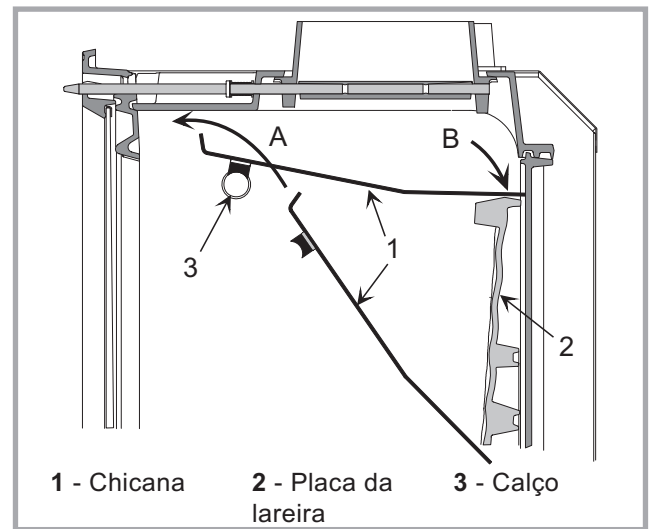

Figura 13 - Montagem da chicana
Montagem : Figura 13
- Levantar a parte dianteira do deflector **A**, fazer avançá-lo por cima dos cunhos **3** para retirar a parte traseira **B** assente sobre a placa da soleira decorativa **2**. Bascular o deflector na lareira conforme indicado na figura 13.